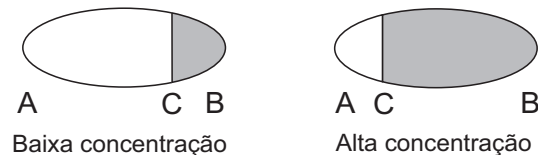

Figura 1.3 Imagem Óptica
As variações de índice de refração n_D decorrem de variações da concentração da solução de processo e temperatura. O índice de refração n_D regularmente aumenta com o aumento de concentração. O índice de refração sofre mudanças menores em altas temperaturas quando comparados a temperaturas baixas. Daí procede-se que a imagem óptica muda com a mudança de concentração da solução de processo como mostrada na Figura 1.3. A cor da solução, bolhas de gás ou partículas indissolvidas não afetam a o ângulo crítico (C).